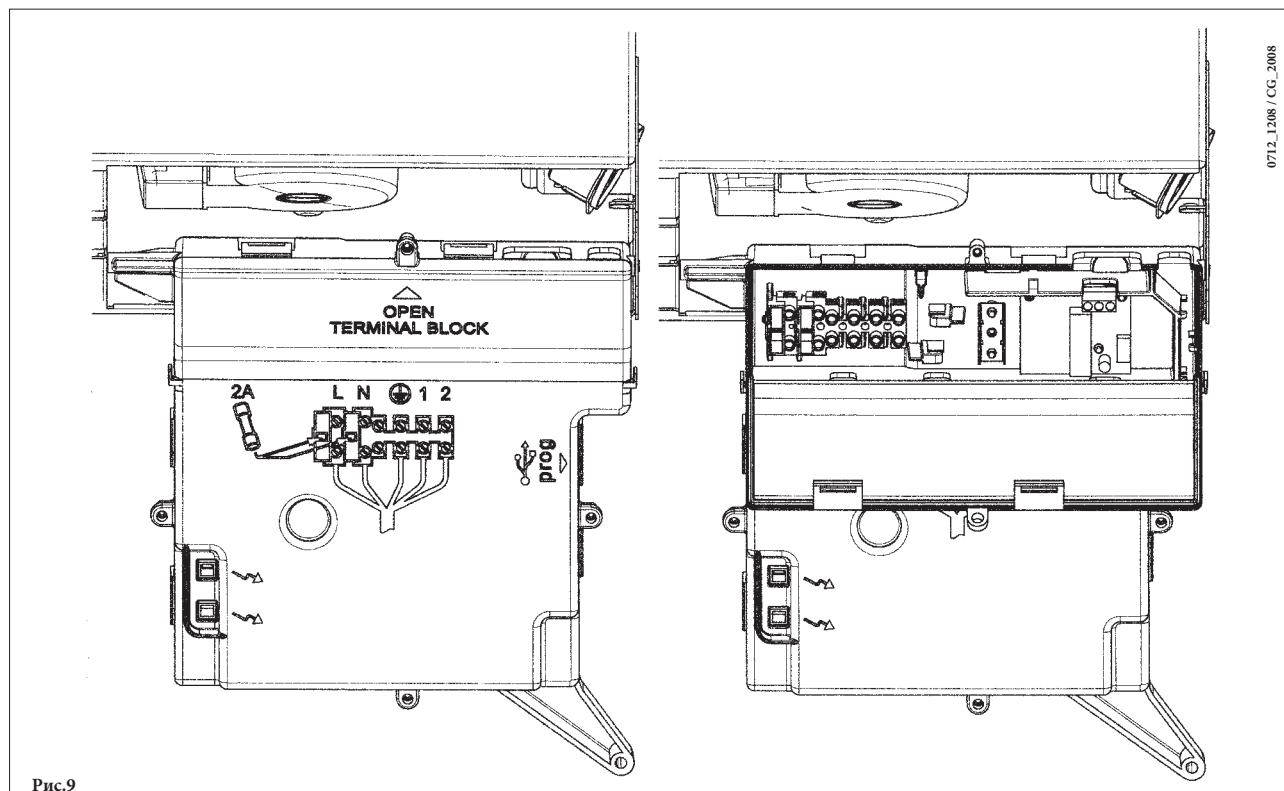

Рис.9
- для доступа к контактам снимите крышку (рис. 9).
- открыть доступ к клеммам подключения электропитания (рис.9), в соответствии с инструкциями, изложенными в предыдущем параграфе;
- протянуть кабель из двух проводов через кабельный зажим котла и присоединить кабель, идущий от термостата, к клеммам (1) и (2);